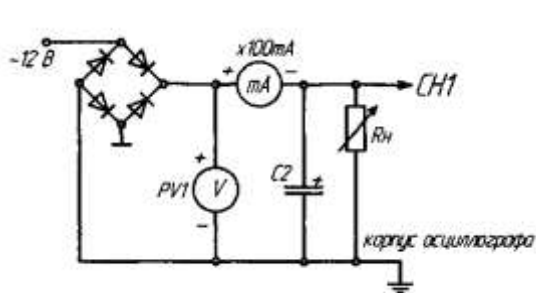

Рис. 1
1) Собрать схему по рис. 1. Установить заданное значение сопротивления нагрузки R_n . В качестве вольтметра использовать мультиметр PV в режиме измерения **постоянного напряжения**. Подключить входы осциллографа. Переключатель развертки осциллографа перевести на временную развертку. Установить синхронизацию от сети. На экране осциллографа наблюдать осциллограмму выпрямленного напряжения U_d ,